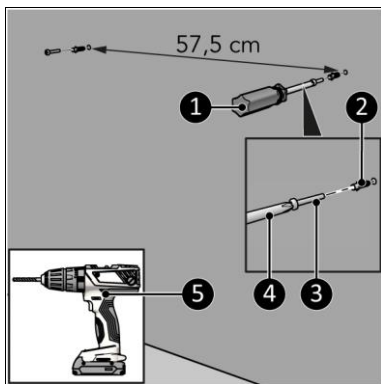

Figura 7
5. Introduceți mufele (Figura 7, poz. 2) și șuruburile (Figura 7, poz. 3).
6. Înșurubați-le până la 10 mm față de perete cu o șurubelniță cu cap în cruce (Figura 7, poz. 1).
9. Verificați dacă încălzitorul este bine strâns. Dacă este necesar, strângeți șuruburile (Figura 7, poz. 2) mai adânc în perete.